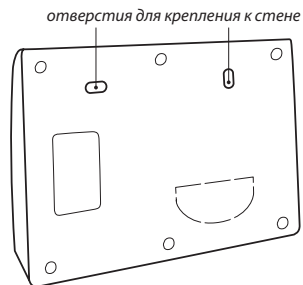

Рис. 8. Вид модуля управления Neptun ProW+ сзади
2. Закрепите Модуль управления на ровной поверхности, например на стене, через отверстия в корпусе при помощи двух саморезов 3,0×25 мм (Рис. 8).